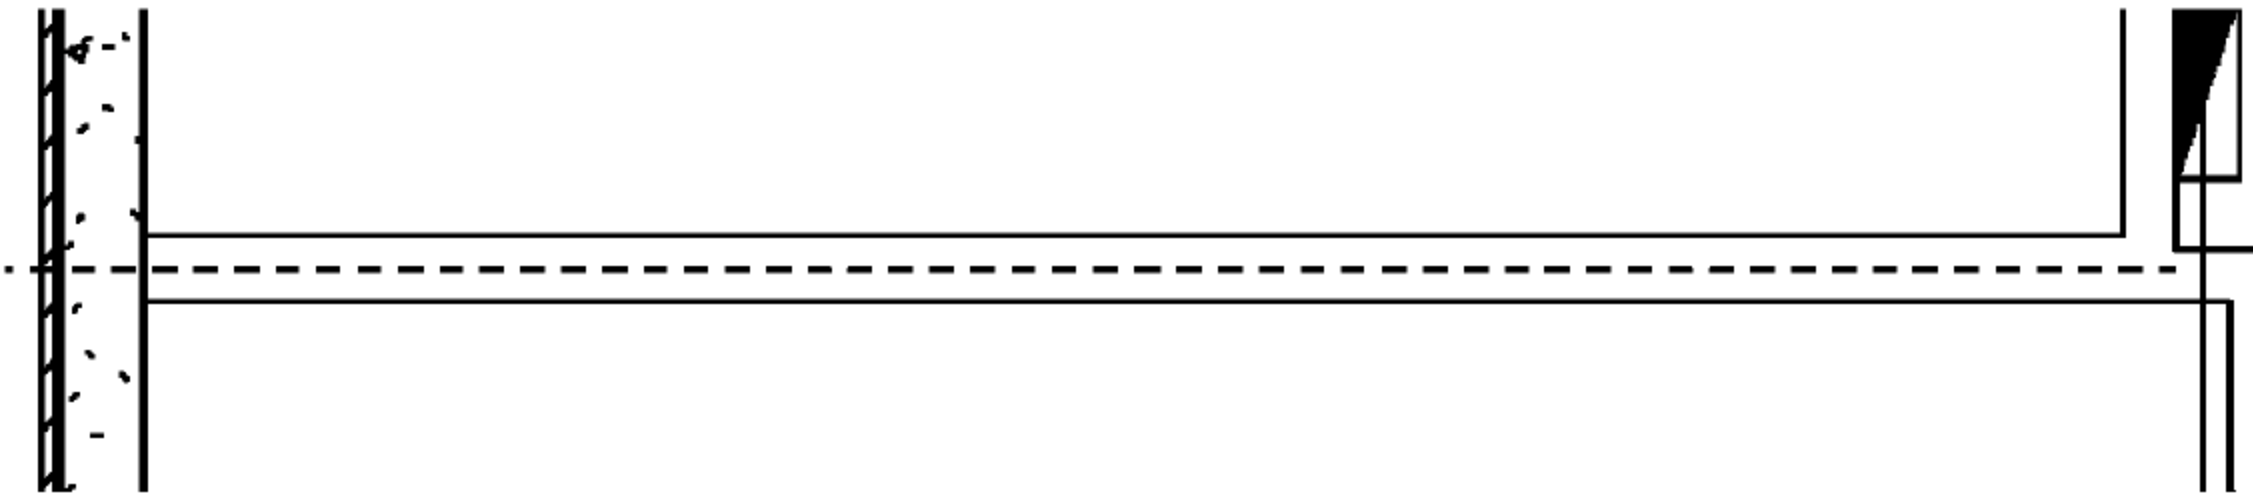

图 9.1.41 绘制辅助线
(14) 绘制辅助线。在绘图界面中，首先按快捷键 R+P，在导入的 CAD 底图中 250mm 内墙的中心处画出一条辅助线，如图 9.1.41 所示。